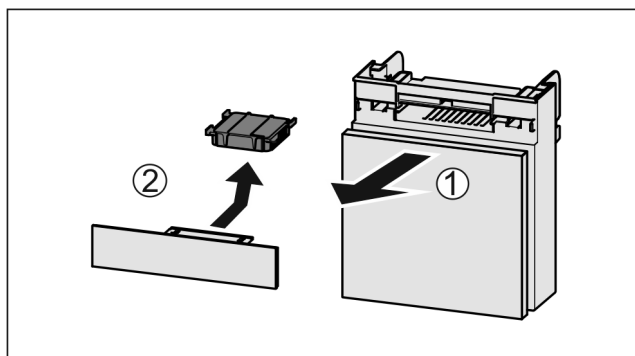

Fig. 41
- Fach nach vorne herausziehen Fig. 41 (1).
- Aktivkohlefilter entnehmen Fig. 41 (2).